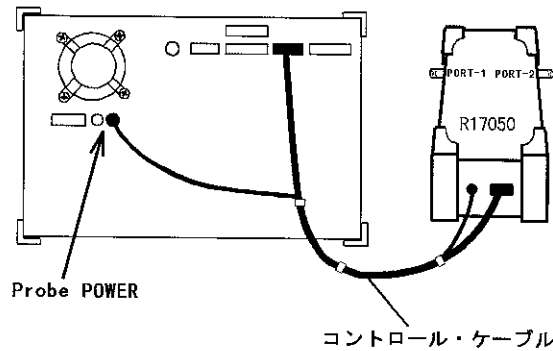

図 2-10 コントロール・ケーブルの接続
- ① 本器とネットワーク・アナライザをコントロール・ケーブルで接続します。ネットワーク・アナライザ側の Probe POWER コネクタは2つあります。どちらに接続しても構いません (図 2-10 参照)。